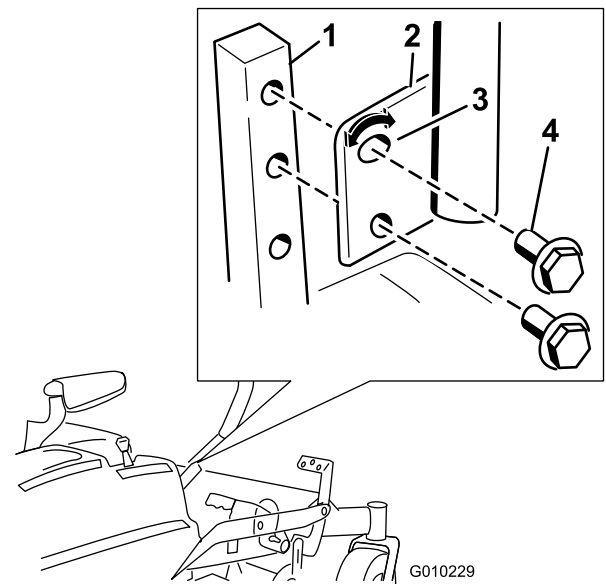

Bild 29
1. Entfernen Sie die beiden Schrauben, mit denen der Schalthebel am Schalthebelarm befestigt ist (Bild 29).
2. Setzen Sie den Schalthebel in die nächste Lochposition. Befestigen Sie den Hebel mit den zwei Schrauben (Bild 29).
2. Lösen Sie die untere Schraube genug, um den Schalthebel nach vorne oder hinten zu drehen (Bild 29). Ziehen Sie beide Schrauben fest, um den Schalthebel in der neuen Stellung zu arretieren.